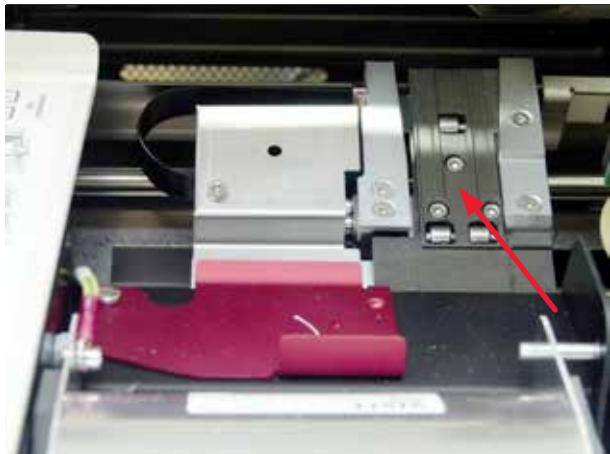

Рис. 46
- Станция транспортировки (→ "Рис. 46")